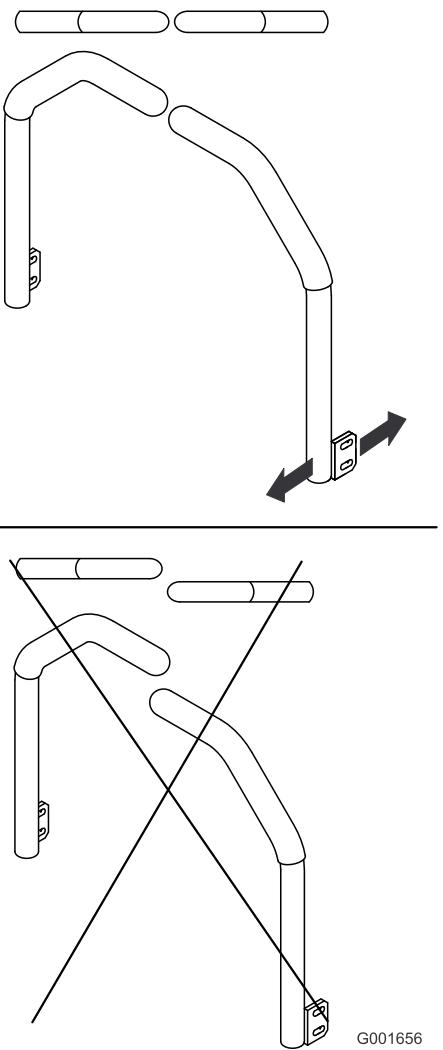

Figura 69
5. Ajuste as alavancas de controlo de forma a ficarem alinhadas (Figura 69) e aperte os parafusos, prendendo as alavancas às hastas.